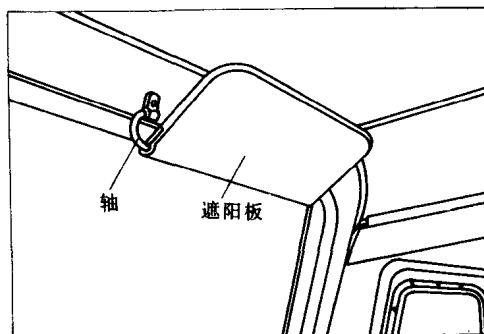

图 1-19 遮阳板
(1) 松开螺母 1,前、后、左、右摆动后视镜杆 3。
(2) 松开螺母 2,上、下移动后视镜 4 和左、右转动球面镜 5。
19. 遮阳板(图 1-19) 装在前风窗上端,左、右各装一个,它可以绕自身的轴转动到适当的位置,以遮住不同方向的阳光。